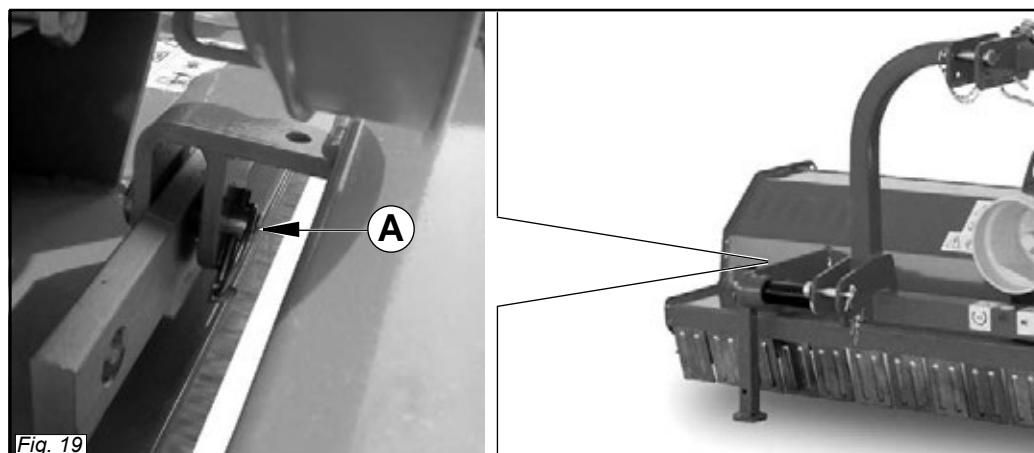

Fig. 19
La macchina, è munita di spostamento laterale meccanico o idraulico del castello dell'attacco a tre punti (Fig. 19 - 20). Questo spostamento viene utilizzato in caso di lavorazione in prossimità di fossati, o colture le quali richiedono lo spostamento della macchina lateralmente.
- Togliere il perno (A Fig. 19) dalla barra di fermo.
*Maskinen er forsynet med mekanisk eller hydraulisk sideforskydning af trepunktsphænget (Fig. 19 - 20).*
- *Fjern stiften (A - Fig. 19) fra stopstangen.*
Maskinen är utrustad med mekanisk eller hydraulisk sidoinställning av ramen mellan 3-punktsbocken och klippaggregatet (Fig. 19 - 20). Klippaggregatet kan dessutom tiltas med en hydraulcylinder. Sidoinställning av maskinen används vid dikeskanter eller andra avgränsningar som kräver ändrat förhållande till traktorn.
- Ta bort stiftet (A - Fig. 19) från spärrstången.